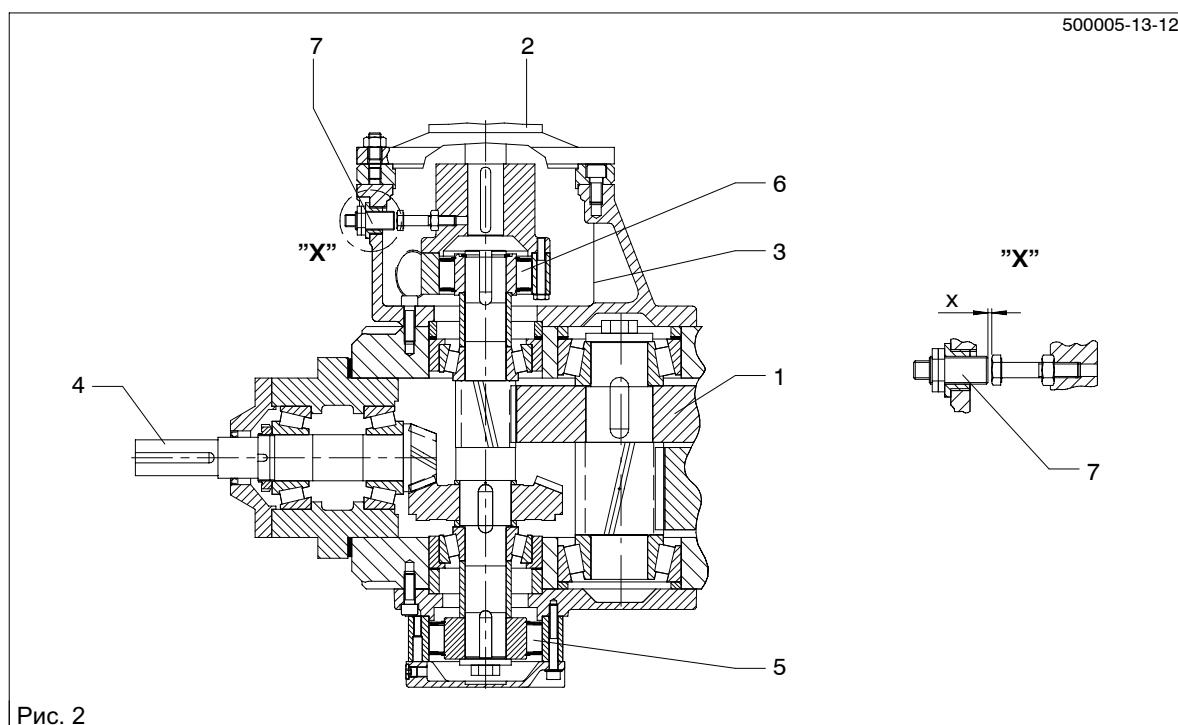

Рис. 2
Для исключения завышенных чисел оборотов при функциональных неполадках муфты свободного хода, на основе безопасности, клиенту следует на комбинации привода установить реле контроля скорости вращения. Реле контроля скорости вращения состоит из одного импульсного датчика, который крепится в промежуточном фланце (Рис. 2) и из прибора для преобразования непрерывных величин в дискретные.
**Указание:** В промежуточном фланце, на соответствующем месте, изготовитель предусмотрел резьбовое отверстие размером M18x1 для крепления импульсного датчика подготовленного со стороны клиента. Размер "X" зависит от данных изготовителя прибора (см. Рис. 2). Импульсный датчик должен отвечать предъявляемым условиям "примыкания по одной плоскости".